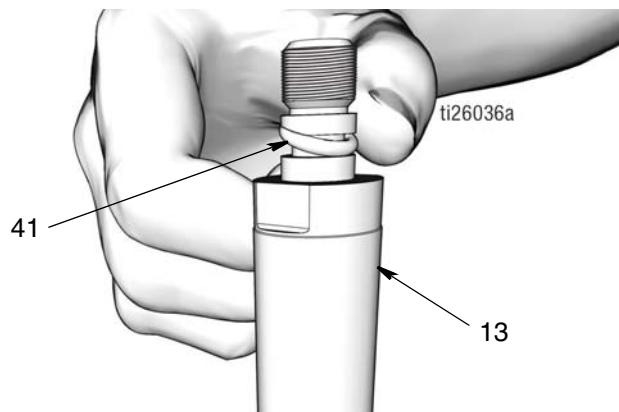

图 47
- 使用干净的布向下擦拭活塞杆 (13) 和活塞 (6)，除去任何脏污或污染物。检查表面有无擦伤或损坏。更换损坏的零配件。
- 在 O 形圈 (41) 上抹上薄薄一层滑脂。将 O 形圈安装在活塞杆 (13) 的沟槽上 (图 47)。